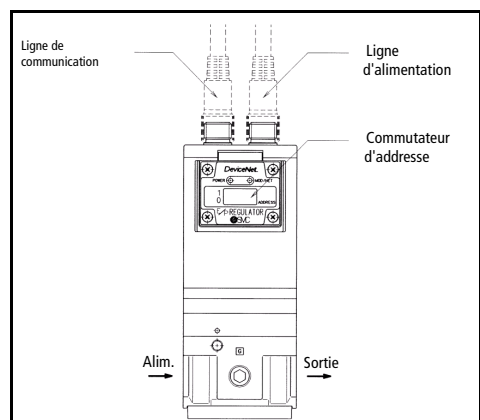

Fig 6
1. Pour régler un commutateur d'adresse, veuillez retirer les 4 vis situées sur la face avant de l'unité (Fig. 6). Attention car la face avant ne peut pivoter que sur 90 degrés.